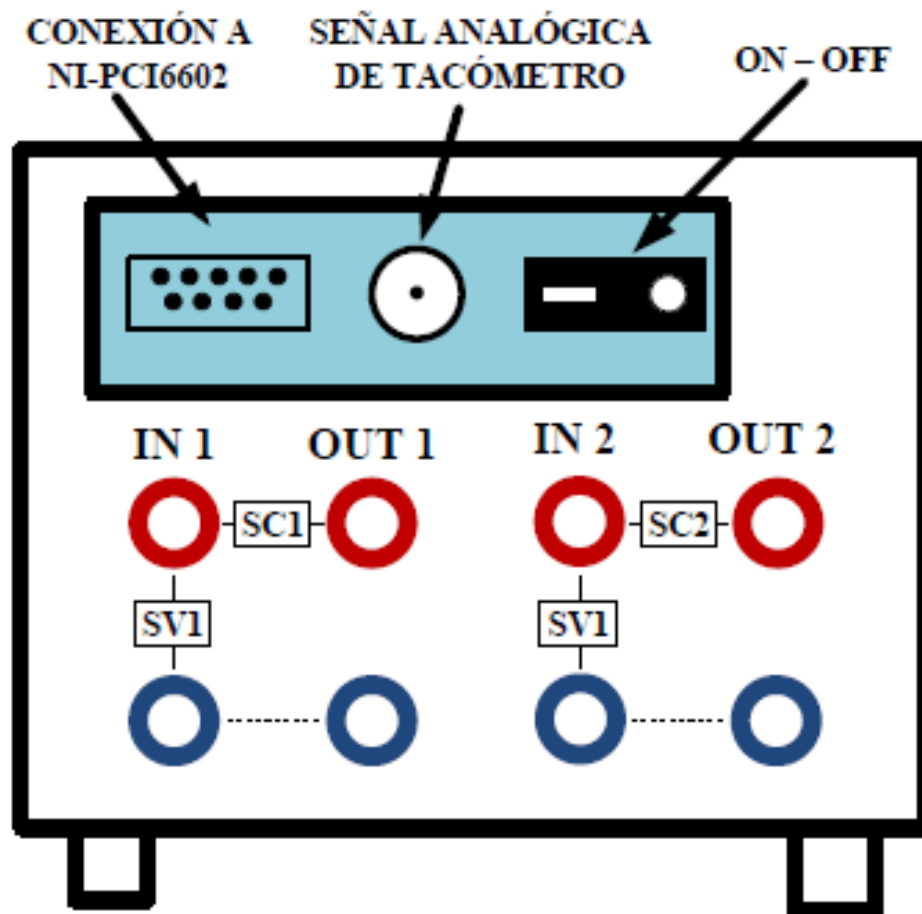

Figura 11. Esquema de la conexión interna de los sensores en el MVE
- **Paso 11:** Conectar los sensores de corrientes y de voltaje que se encuentran dentro del MVE (SCX: sensor de corriente X, SVX sensor de voltaje X), indicados en la figura 11 (diagrama esquemático del MVE) en los puntos donde se desea hacer las mediciones. Es muy importante señalar que el rango de voltaje